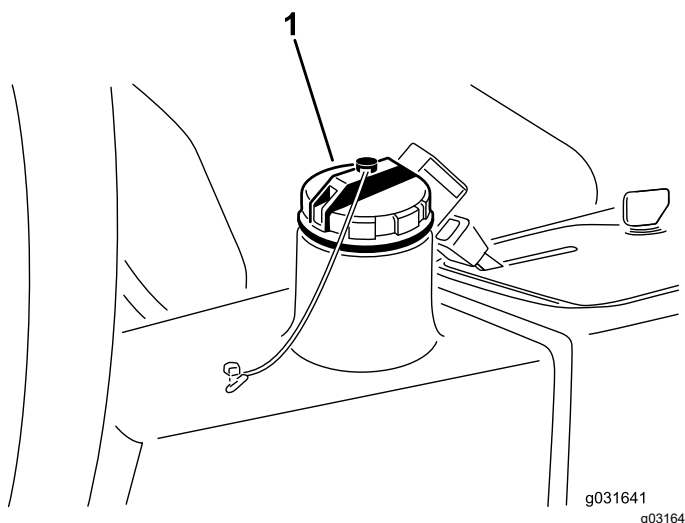

Рисунок 64
2. Очистите зону вокруг заливной горловины и крышки гидравлического бака (Рисунок 64).
3. Снимите крышку гидравлического бака (Рисунок 64).